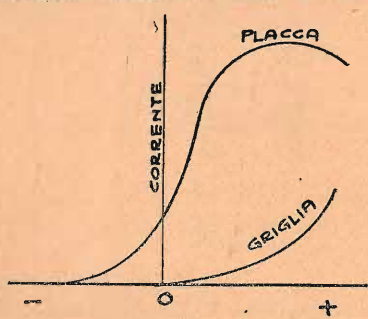

FIG. 1
(1) Si dice che un corpo presenta una resistenza al passaggio dell'elettricità quando è cattivo conduttore. La resistenza dei conduttori si misura in ohm. Il megaohm equivale ad un milione di ohm.
(2) Consideriamo l'andamento delle curve della fig. 1.